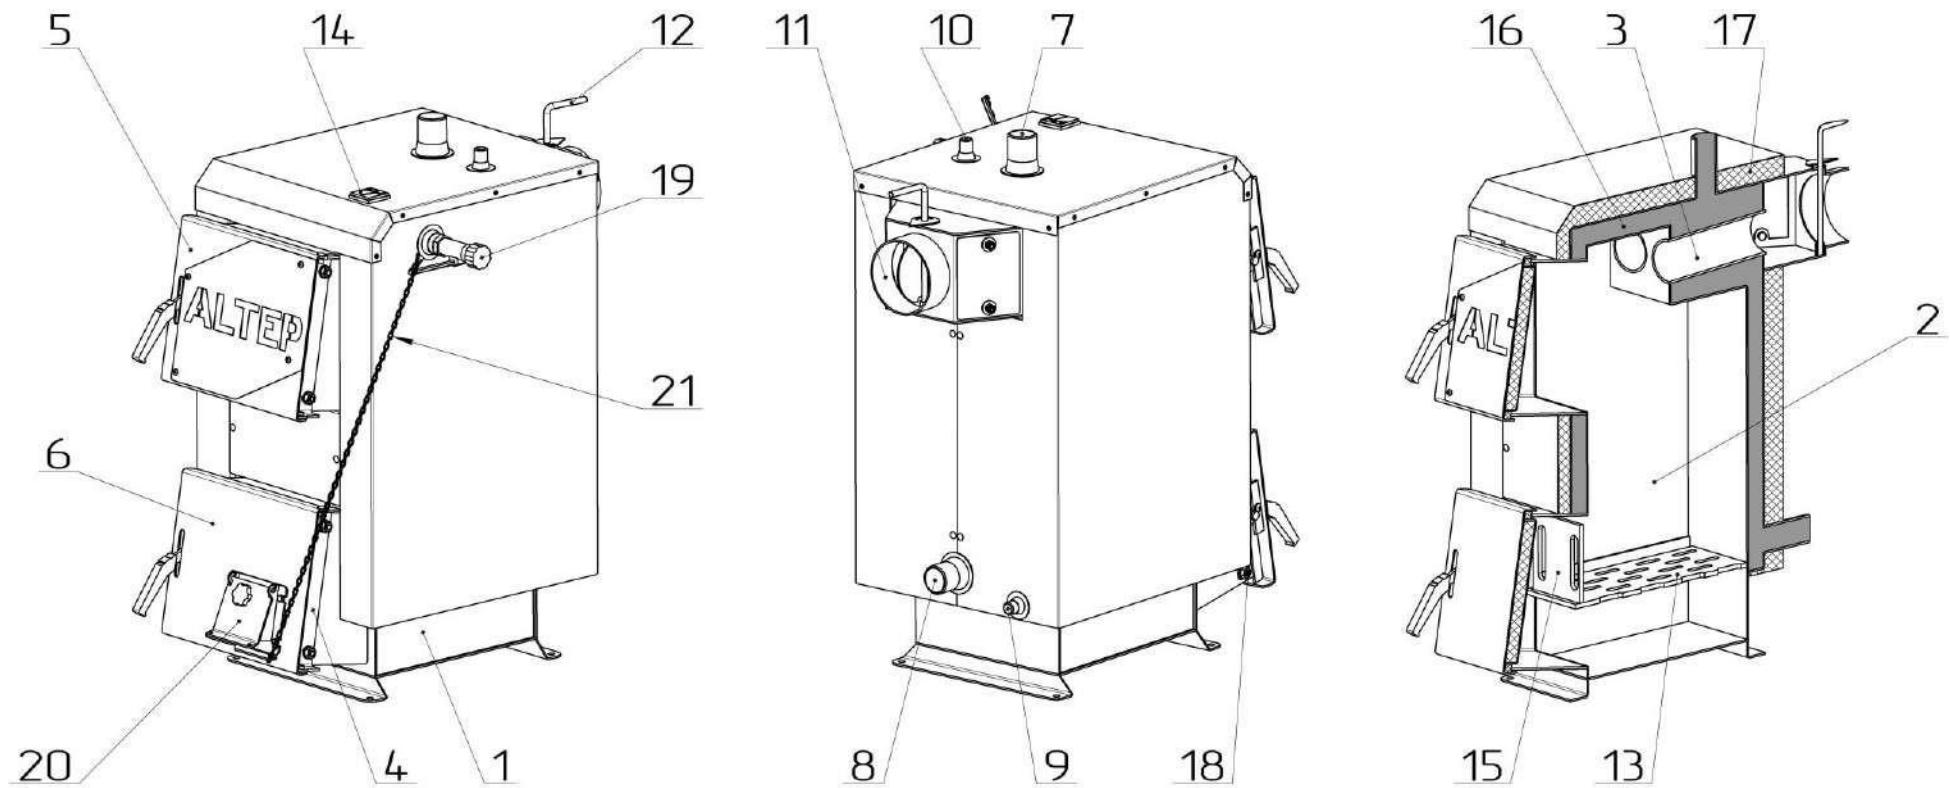

Рисунок 2 – Основные элементы котла Altep-Mini
Конструктивно котел представляет собой сборно-сварную конструкцию, состоящую из корпуса (поз. 1, рис. 2) с камерой сгорания (топкой) (поз. 2, рис. 2). Конвекционная часть котла состоит из трубного теплообменника (поз. 3, рис. 2), который расположен непосредственно над топкой.
Корпус котла выполнен в форме параллелепипеда с двойными стенками, которые разделены водными перегородками (поз. 16, рис. 2). На наружной поверхности корпуса под декоративной обшивкой закреплена тепловая изоляция (поз. 17, рис. 2).
Топливо для процесса сжигания загружается на колосниковую решетку (поз. 13, рис. 2) через загрузочные дверцы (поз. 5, рис. 2). Сгорания топлива в топке происходит с участием воздуха, поставляемого в окно клапана подачи воздуха (поз. 20, рис. 2), закрывается крышкой, под колосниковую решетку. Количество воздуха, необходимого для процесса сгорания, регулируется механическим регулятором тяги (поз. 19, рис. 2а), который путем натяжения или ослабления цепи (поз. 21, рис. 2а) управляет положением крышки клапана. *Регулятор тяги не входит в комплект поставки котла.*
Подвод и отвод теплоносителя осуществляется соответственно через патрубки обратной сетевой воды (поз. 8, рис. 2) и прямой сетевой воды (поз. 7, рис. 2).
Топочные газы выходят в дымоход через боров (поз. 11, рис. 2), расположенный в задней части котла. Боров оборудован дроссельным клапаном продуктов сгорания - шибером (поз. 12, рис. 2). В случае слишком высокой тяги в дымоходе шибер позволяет ее снизить путем частичного перекрытия выходного отверстия борова. На рисунке 2 шибер изображен в положении «полностью открыто». Для того, чтобы полностью перекрыть боров, шибер необходимо повернуть на 90°.
В верхней части корпуса котла расположен штуцер для установки предохранительного клапана котла (поз. 10, рис. 2).
На задней стенке корпуса в нижней ее части размещен штуцер для слива воды из котла (поз. 9, рис. 2).
Ревизионные дверцы (поз. 6, рис. 2), расположенные на передней стенке котла, необходимы для периодической чистки колосниковой решетки, а также для возможности опорожнения подколосниковой зоны.
Конструкцией котла предусмотрена возможность смены стороны открытия дверец. Для того, чтобы сменить положение оси открытия дверец с правой (открываются слева направо, как изображено на рис. 2) на левую, необходимо открутить две гайки, крепящих кронштейн поз. 4 (рис. 2), снять дверцы с кронштейном, открутить винт, крепящий пластиковую ручку дверец, развернуть ручку на 180°, и установить её на место, прикрутив винт. После чего открутить две гайки, крепящие кронштейн поз. 18 (рис. 2). Развернув дверцы на 180°, закрепить их кронштейн на том же месте, где был установлен кронштейн пальца (поз. 18, рис. 2), который, в свою очередь, закрепить на месте, где был установлен кронштейн дверец (поз. 4, рис. 2).
Боров котла оборудован встроенным дроссельным клапаном продуктов сгорания - шибером (поз. 12, рис. 2), с помощью которого можно регулировать величину тяги в дымоходе.
Присоединение котла к отопительной системе необходимо осуществлять с помощью муфт или фланцев. Трубопровод прямой сетевой воды нужно присоединить к патрубку прямой сетевой воды (поз. 7, рис. 2). Трубопровод обратной сетевой воды нужно присоединить к патрубку обратной сетевой воды (поз. 8, рис. 2).
Регулятор тяги (поз. 19, рис. 2) необходимо присоединить к одному из двух равноценных патрубков с внутренней резьбой, которые находятся на правой и левой боковых стенках котла в верхней их части (см. рис. 2). Резьбовое соединение при этом необходимо уплотнить. Патрубок без регулятора необходимо заглушить. Регулятор повернуть таким образом, чтобы наконечник для закрепления шестигранного рычага (комплект регулятора) был направлен вниз.
На место пластиковой защитной трубки необходимо вставить шестигранный рычаг стороной без отверстия. Для фиксации рычага необходимо затянуть винт. При этом свободный конец рычага должен находиться над отверстием в крышке клапана подачи воздуха поз. 20 (рис. 2), а его плечо должно быть как можно ближе к горизонтальному положению.
Заполнение котла и всей системы отопления водой должно происходить через штуцер слива воды из котла (поз. 9, рис. 2). Заполнение необходимо делать медленно, чтобы обеспечить удаление воздуха из системы.
9.1.1 Провести загрузку топлива в топку котла. Для этого открыть загрузочную дверцу (поз. 5, рис. 2) и уложить на колосниковую решетку (поз. 13, рис. 2) слой топлива до уровня нижней кромки загрузочной дверцы. На уложенный слой топлива уложить растопочный материал: бумагу, трески, дрова (в перечисленной последовательности). Полностью открыть шибер (поз. 12, рис. 2) на борове котла.
9.1.3 Кнопкой на регуляторе тяги (поз. 19, рис. 2) установить «60 °С». Отсчет температуры осуществлять по белой шкале
9.1.4 Когда температура теплоносителя дойдет до 60 °С, через несколько минут откорректировать подвеску цепочки таким образом, чтобы крышка клапана подачи воздуха (поз. 20, рис. 2) оставалась открытой на 1-2 мм.